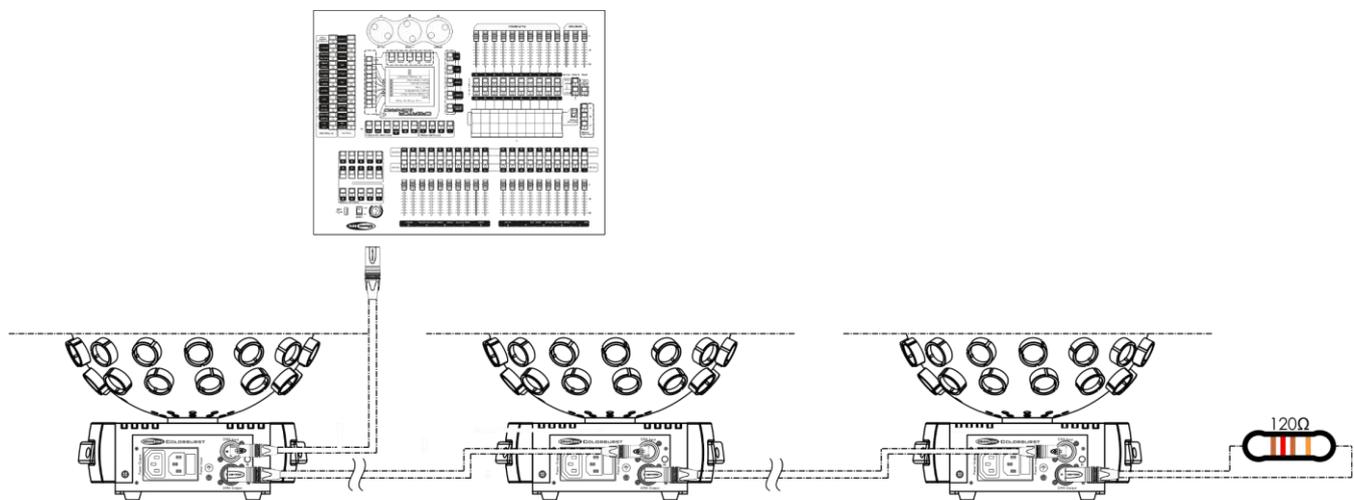

Fig. 06
- 04) Conecte las unidades entre ellas como se indica en la Fig. 06. Conecte un cable de señal DMX que vaya desde el conector DMX Output (salida) de la primera unidad al conector DMX Input (entrada) de la segunda unidad. Repita este proceso para interconectar las unidades segunda y tercera.